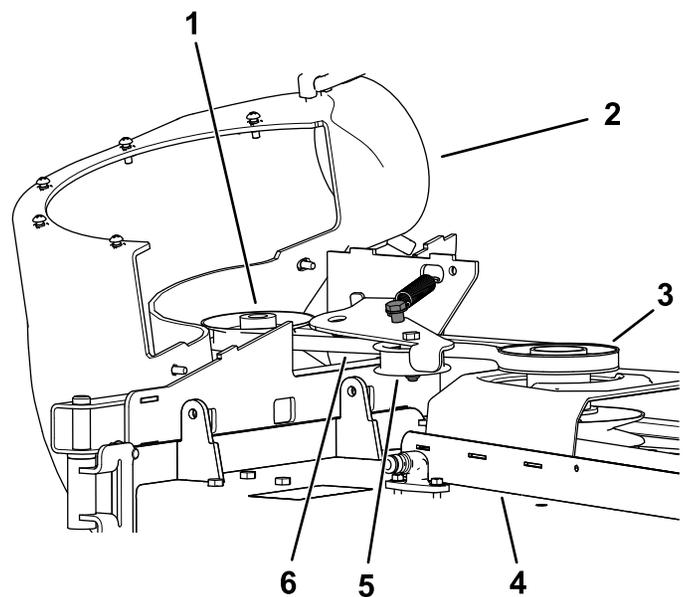

Figure 36
2. Tirez sur la poulie de tension à ressort pour détendre la courroie (Figure 36).
6. Faites passer la courroie neuve autour des poulies de ventilateur (Figure 36).
8. Faites passer la courroie neuve autour de la poulie du tablier de coupe (Figure 36).
9. Tirez en arrière la poulie de tension rappelée par ressort et chaussez la courroie dessus (Figure 36).